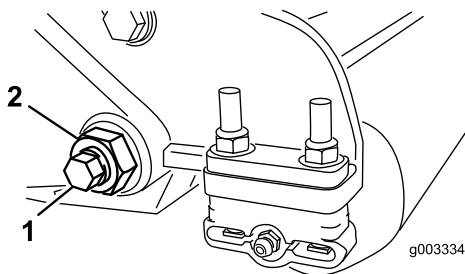

Figura 29
3. En cada lado de la máquina, afloje la contratuerca que fija el perno de la barra de asiento (Figura 29).
4. Retire todos los pernos de la barra de asiento, para poder tirar de la barra hacia abajo y retirarla de la unidad de corte (Figura 29).